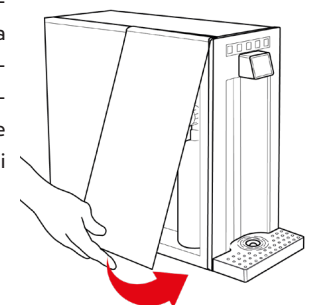

Fig. 2-13
18.4 – Rimontare il pannello laterale in plastica, inserendolo prima nella sede superiore per consentire l'aggancio dello stesso al telaio dell'apparecchio e poi appoggiare la parte inferiore del pannello contro l'apparecchio, vedi Fig. 2-13.